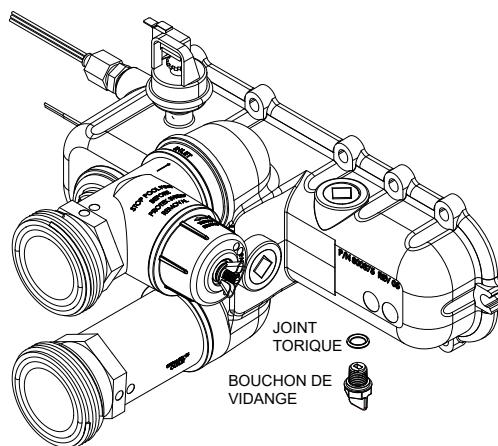

Figure 73. Distributeur d'entrée/sortie avec bouchon de vidange.
2. Fermez les vannes d'isolement (conduites d'eau) pour isoler l'appareil. Retirez le panneau d'accès inférieur droit pour atteindre le côté droit du distributeur d'entrée/sortie. Le drain est situé sous le distributeur d'entrée/sortie. Desserrez et retirez le bouchon de vidange, voir Figure 73.